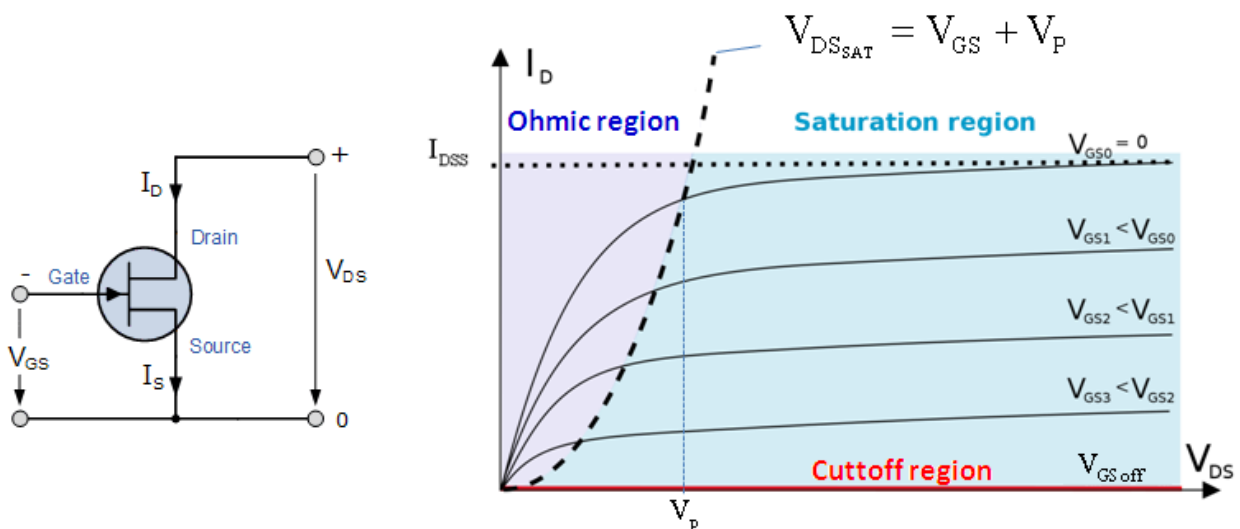

Fig. 9 Symbole et caractéristique de sortie typique d'un JFET.
La caractéristique typique d'un transistor JFET à canal N est donnée ci-dessous (Fig. 9):
La Fig. 9 définit les quatre zones de travail d'un JFET :
- La **zone de claquage** (EN: breakdown region): La tension V_{DS} entre le drain et la source est suffisamment haute pour créer un claquage du canal résistif. Le courant I_D augmente alors de manière incontrôlée. Cette région n'est pas indiquée sur la Fig. 9. Elle se situerait sur la partie droite.